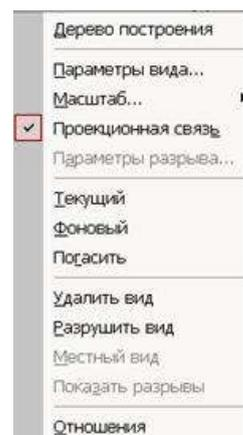

Рисунок 21 - Контекстное меню редактирования вида
2. Щелкнуть правой клавишей мыши внутри габаритной рамки для вызова контекстного меню (рис.21).